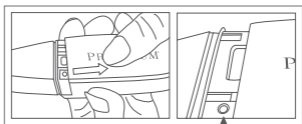

рис. 4
4. Снимите крышку батарейного отсека, чтобы увидеть кнопку включения калибровки – отверстие на нижнем левом краю, как показано на рис. 4.